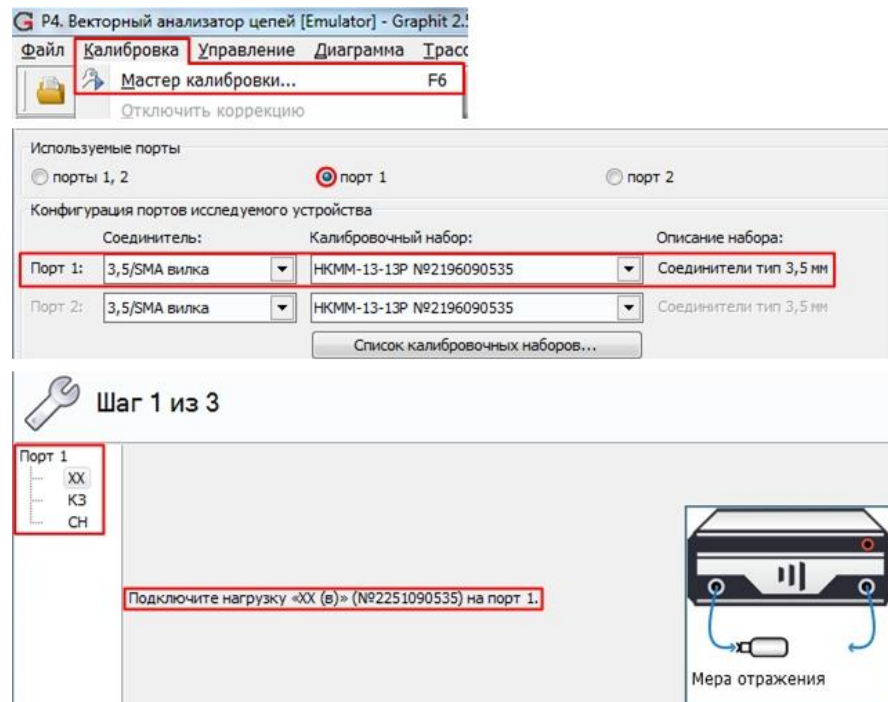

Рис. 9. SOLT калибровка первого порта
10. Выбрать в главном меню *Калибровка* -> *Мастер калибровки*. Провести однопортовую SOLT калибровку первого порта **во входном диапазоне рабочих частот умножителя**, следуя указаниям мастера калибровки, рис. 9.